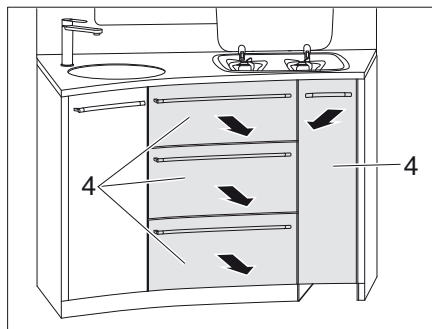

Bild 128 Ta ut kökslådor
- Ta ut kökslådor (Bild 128,4).